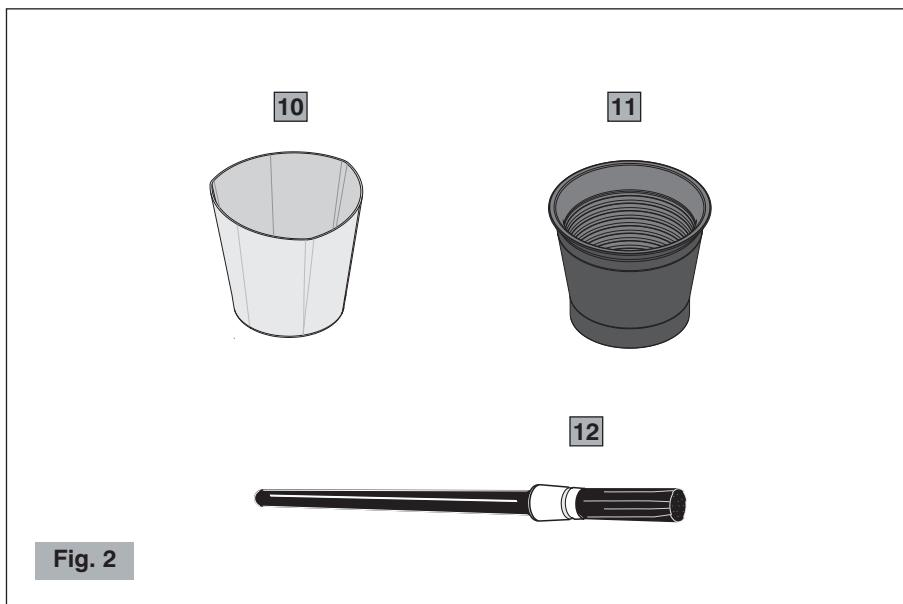

Fig. 2
Componentes principales (Fig. 1, Fig. 2)
- 2** Preparar la cantidad deseada de café a moler dentro del mezclador (11 Fig. 2).
- 3** Colocar el contenedor suministrado (10 Fig. 2) debajo de la boca de descarga (5 Fig. 1).